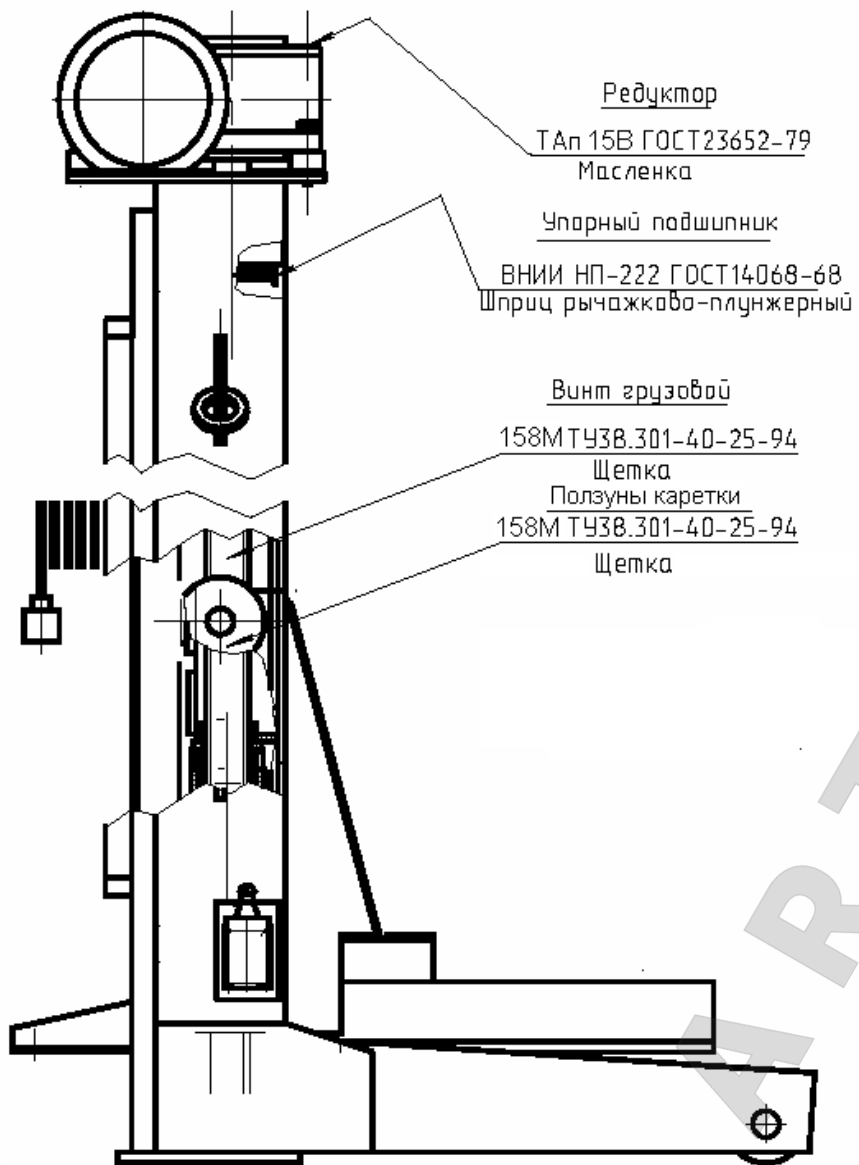

Рис. 6. Карта смазки стойки подъемника ПП-15
6.2.2 Для ревизии состояния смазки трущихся деталей (см. карту смазки на Рис. 6), в каждой стойке необходимо: